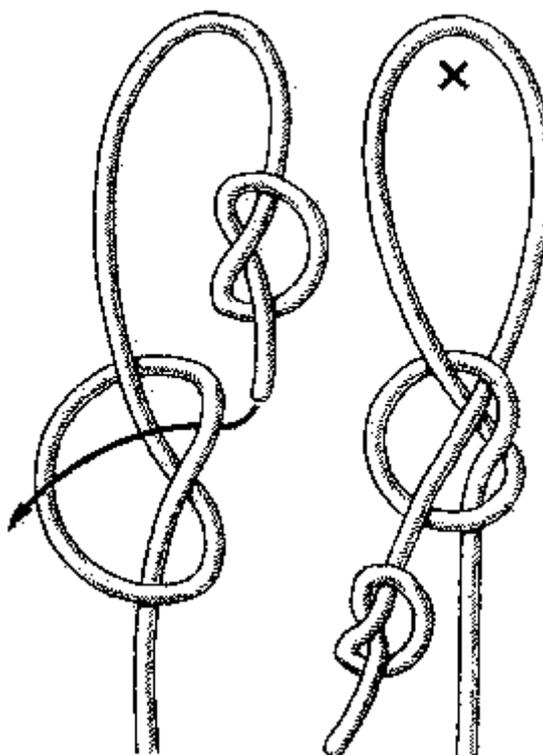

Рис. 69. «Хонда»
**“Хонда”** (рис. 69). Археологические находки свидетельствуют, что этот способ завязывания петли один из древнейших. Еще задолго до нашей эры люди на разных континентах Земли таким способом прикрепляли тетиву к луку.